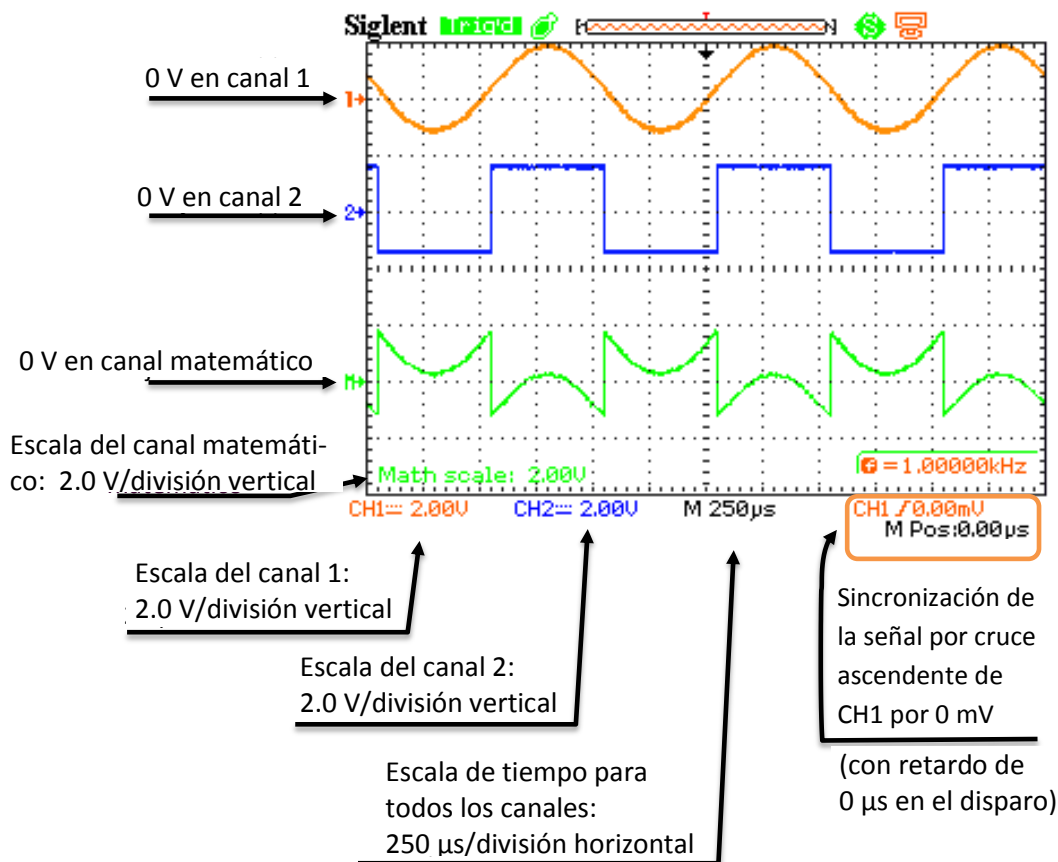

Figura 3.2 Ejes y escalas en la pantalla del osciloscopio Siglent SDS1062d.
El menú de los canales del osciloscopio permite seleccionar el acoplamiento CC (entrada directa) o CA (entrada a través de un condensador). Las señales con una Componente Continua no nula, es decir, con un valor medio distinto de cero, deben observarse con la opción CC. Con la opción CA, sólo se observa la Componente Alterna de la señal porque la señal se filtra con un condensador que elimina la componente continua. La tercera posición del menú de acoplamiento es TIERRA y muestra el potencial eléctrico de la tierra o masa del osciloscopio, equivalente a la gráfica $U(t) = 0\text{ V}$. La opción TIERRA permite comprobar respecto a qué eje de abscisas se ha dibujado una señal en la pantalla. Además, la referencia de potencial (0 V) se indica con la marca \rightarrow en el borde izquierdo de la pantalla (ver figura 3.2).
La sonda con anillas amarillas se debe conectar al canal 1 y la sonda azul al canal 2 para que se correspondan los colores de las señales en la pantalla del osciloscopio. Según se observa en la figura 3.2, en la parte inferior de la pantalla aparecen los voltios a que equivale cada división en sentido vertical de los canales $CH1(t)$ y $CH2(t)$. Las escalas verticales de los canales $CH1(t)$ y $CH2(t)$ se ajustan girando los mandos rotativos grandes que hay encima de los botones **CH1** y **CH2**. Presionando hacia dentro el mando rotativo grande se cambia de ajuste grueso a fino en la escala. El canal $MAT(t)$ es el resultado de aplicar operaciones matemáticas a $CH1(t)$ y/o $CH2(t)$. La gráfica de $MAT(t)$ se muestra en verde claro y su escala aparece en la esquina inferior izquierda de la pantalla.
y este punto se puede desplazar a izquierda o derecha utilizando el mando giratorio pequeño que se encuentra debajo del botón “HORI. MENU”. La sincronización por defecto en este osciloscopio se produce cuando el canal 1 rebasa 0 V (o el valor medio si se utiliza el botón de autoconfiguración). El canal y el nivel cuyo valor se ha de superar para sincronizar aparecen en la esquina inferior derecha del osciloscopio (ver detalle **CH1 0.00mV** en la figura 3.2) y se pueden modificar mediante los controles debajo del rótulo TRIGGER. **Si en el canal 1 conectamos una señal periódica sencilla, el botón azul **AUTO** de ajuste automático suele ser capaz de sincronizar las señales.**
b. Mida el periodo de esta onda contando el número de divisiones entre dos puntos equivalentes de la onda y aplicando la escala temporal indicada en color blanco en la parte inferior de la pantalla (vea la figura 3.2).
Mandos rotatorios VOLTS/DIV: Varían la escala vertical del canal. El factor de escala de tensión aparece en la esquina inferior izquierda de la pantalla (ver detalle $CH1=2.00V$ $CH2=2.00V$ en la figura 3.2), es decir, a cuántos voltios equivale una división vertical de cada gráfica.
Mando rotatorio TIME/DIV: Selecciona la escala del tiempo u horizontal, que comparten todos los canales. El factor de escala de tiempo por división de la base tiempo principal o de la ventana. El factor de escala horizontal aparece en la parte inferior de la pantalla (ver detalle $M 250\mu s$ en la figura 3.2), es decir, a cuántos microsegundos equivale cada división horizontal.